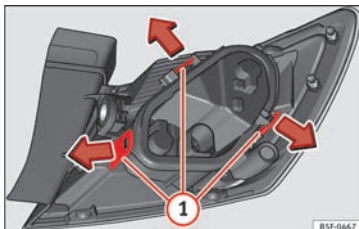

Fig. 117 Fastgørelsestapper på bagsiden af baglygten
- Afmonter pæreholderen » Fig. 117 ved at løsne fastgørelsestapperne ①.